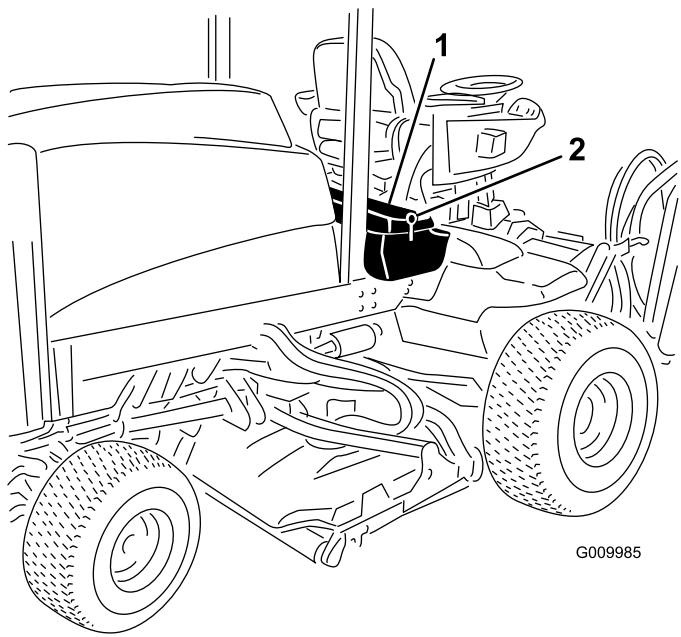

Figura 48
1. Sbloccate e sollevate il pannello comandi dell'operatore (Figura 48).